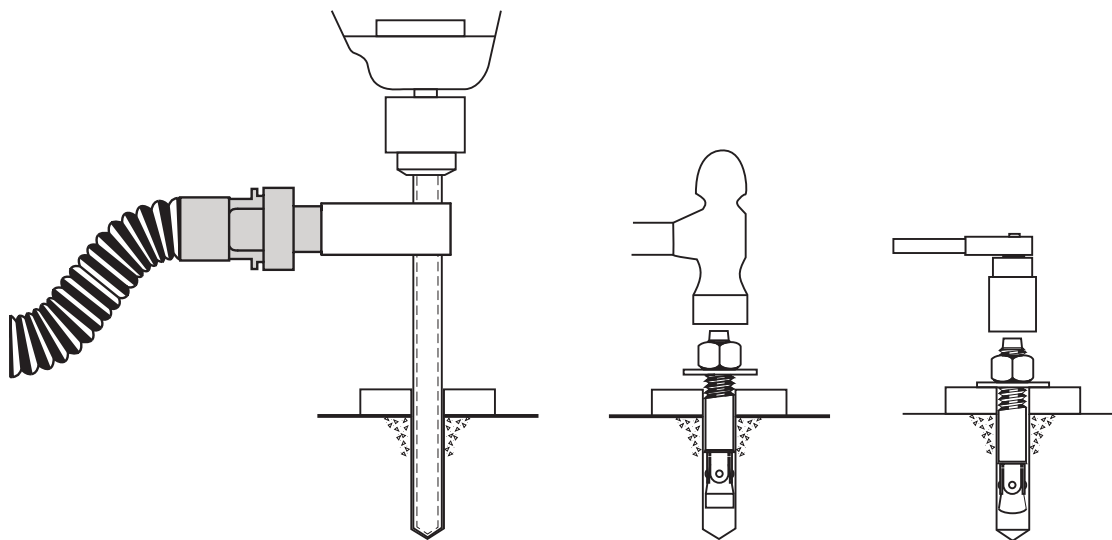

Figure 4
Percez (14) trous de 3/4po de diamètre dans le sol en béton en utilisant les trous de la plaque de base de la colonne comme guide. Voir Figures. 4 et 5 pour les exigences de trou.